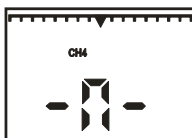

Рисунок 9.4
9.6 При превышении концентрацией контролируемого газа верхней границы диапазона показаний на индикаторе отображается надпись " - П - " (рисунок 9.4), включаются постоянные звуковая и световая сигнализации.